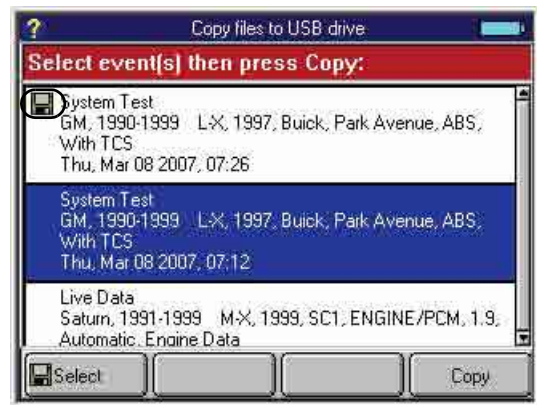

Figura 16.6: Pantalla de Copy Files (Copie Archivos)
- 7 Para cada archivo que se copiará, **seleccione el archivo** y luego presione la tecla de función **Select** (Seleccionar). Esto pone un icono del disco al lado izquierdo del nombre del archivo, como se muestra en la línea de arriba en la Figura 16.6.